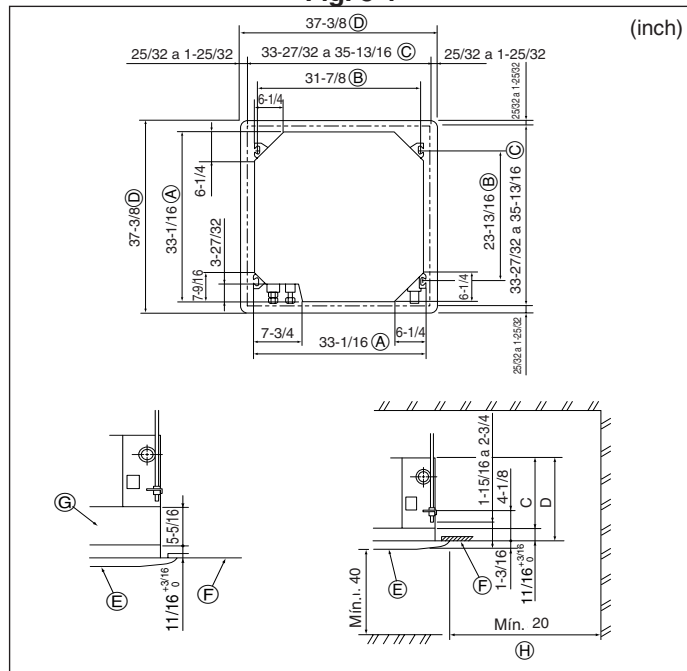

Fig. 3-2
④	Abrazadera	8
⑤	Tornillo con arandela (M5 x 25) para montar la rejilla	4
⑥	Tubo de desagüe	1
⑦	Aislante	1
3.2. Apertura del techo y ubicación de los tornillos de suspensión (Fig. 3-2)